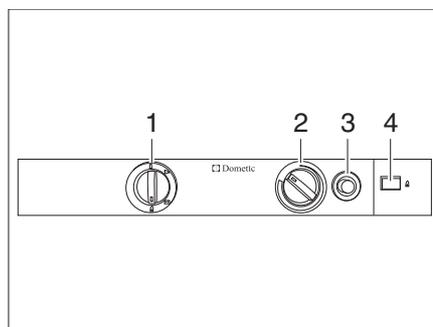

Fig. 322 Boutons de commande pour le réfrigérateur (Dometic Série 8)
- Placer le sélecteur de source d'énergie (Fig. 322,1) sur "🔥".
- Enfoncer le bouton tournant (Fig. 322,2) sur le niveau le plus élevé et le maintenir enfoncé. Attendre jusqu'à ce que le gaz s'écoule vers le brûleur.
- Enfoncer le bouton d'allumage du gaz (Fig. 322,3) et le maintenir enfoncé. L'allumage s'effectue de manière automatique.
- Maintenir le bouton d'allumage du gaz (Fig. 322,3) enfoncé jusqu'à ce que l'indicateur de la flamme (Fig. 322,4) passe au vert, puis le relâcher.
- Maintenir le bouton tournant (Fig. 322,2) encore enfoncé pendant 10 à 15 secondes, puis le relâcher.
- Placer le sélecteur de source d'énergie (Fig. 322,1) sur "⏏".
- Régler la température de réfrigération avec le bouton tournant (Fig. 322,2).